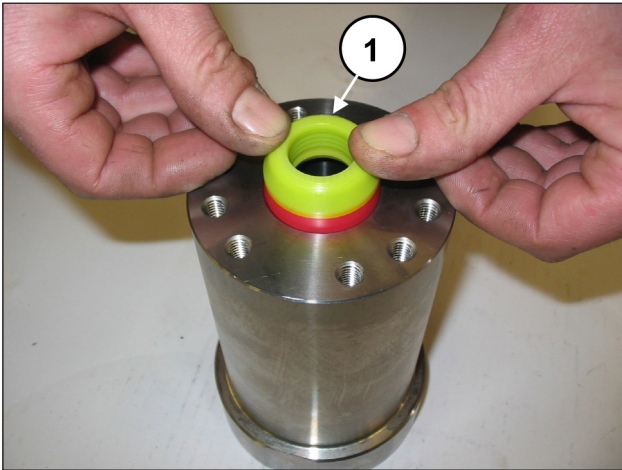
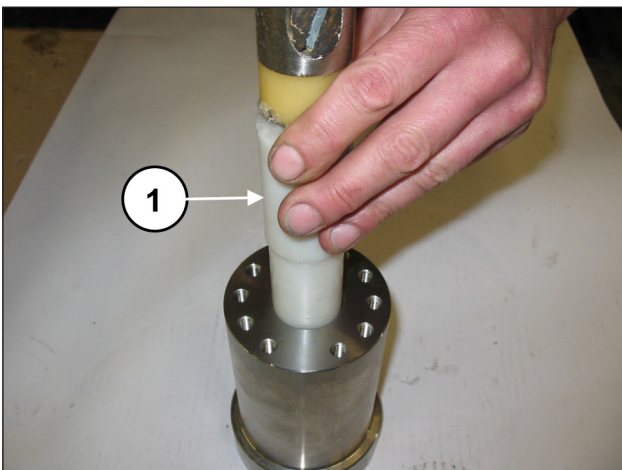
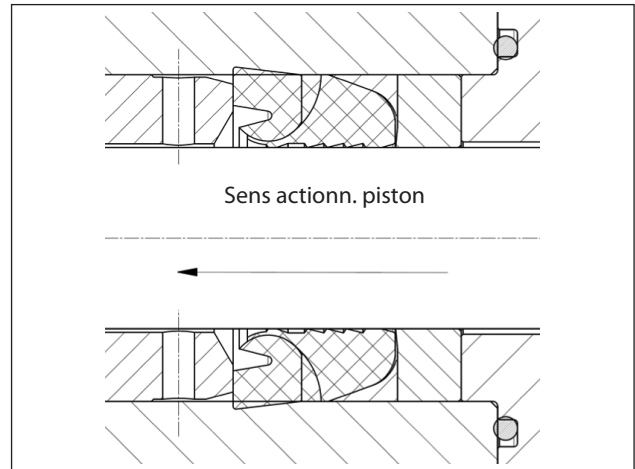

Fig. 132
Fig. 133
Fig. 134
Introduire le lot H.P. (haute pression) (rep. ①, Fig. 132 vu la légère interférence entre le joint et la chemise, pour éviter tout dommage, il est conseillé d'utiliser l'outil (réf. 27540100 pour SK20, SK22 et SK24, réf. 27540900 pour SK26, pour SK28 et pour SK30) (rep. ①, Fig. 133).
Installer le joint H.P. dans la chemise comme le montrent les Fig. 132 et Fig. 134.